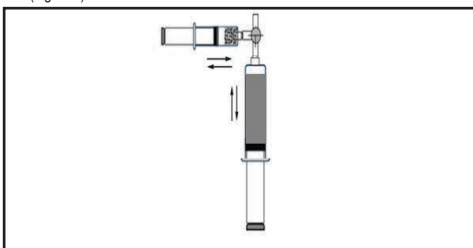

Figura 9.
2.3 Empuje con cuidado alguna parte de la solución de fármaco en la jeringa de microesferas y, a continuación, siga empujando lentamente la solución del fármaco de microesferas adelante y atrás unas cuantas veces entre ambas jeringas para que las microesferas se suspendan de manera adecuada. Empuje toda la solución del fármaco de microesferas en la jeringa de 60 ml (Figura 9).